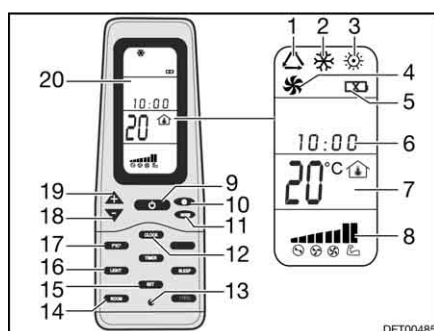

Fig. 172 Télécommande
- Appuyer sur la touche ON/OFF (Fig. 172,9).
- Appuyer sur la touche "Mode" (Fig. 172,11) autant de fois que nécessaire pour que le mode de fonctionnement souhaité (Fig. 172,1, 2, 3 ou 4) s'affiche à l'écran (Fig. 172,20).
- Régler la température désirée à l'aide des touches "+" (Fig. 172,19) et "-" (Fig. 172,18).
- Sélectionner le niveau de ventilation souhaité à l'aide de la touche de vitesse du ventilateur (Fig. 172,10).